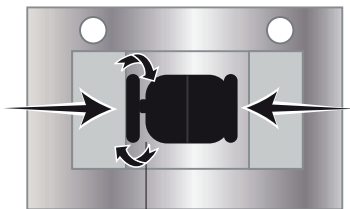

Figura 07
- Conecte os filtros de carvão ativado no motor e gire-o no sentido horário. Repita o mesmo do outro lado. (Figura 07)